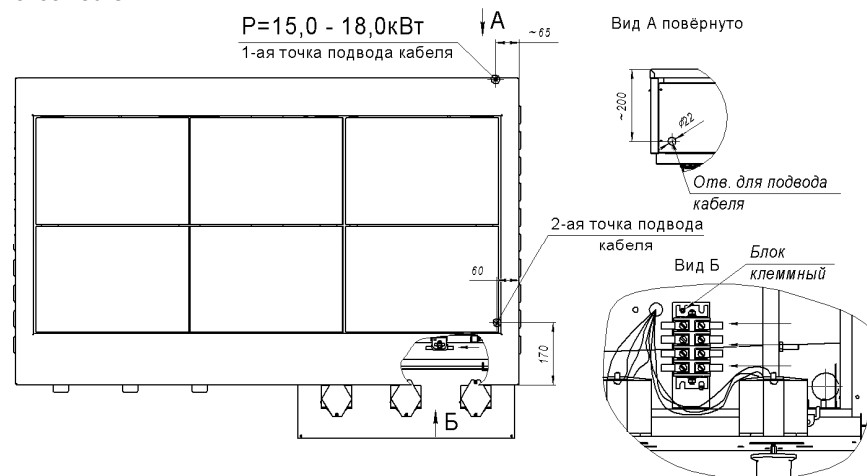

Рис.3
6.7 Рекомендуем, подвод электропитания к плите производить, скрытой в полу, трубной разводкой. Диаметр трубы – не менее 1/2" (Ø=22мм), высота от уровня пола не более 500мм (см. рис.3). Электропровода, заводимые в плиту, до клеммной колодки, должны иметь термоустойчивую изоляцию, с температурой длительной эксплуатации не менее 150°C.
6.10 Соединить провода подводящего кабеля с зажимами клеммного блока в соответствии с маркировкой на блоке и заземлить плиту отдельным проводом, пропустив провода в отверстие облицовочной панели (см. схему электрическую, принципиальную, рис.3).